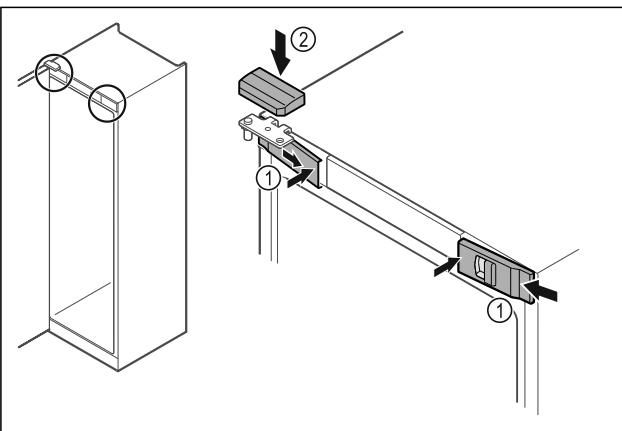

Fig. 51
- Передні кришки Fig. 51 (1) зачепити збоку та зафіксувати всередині.
- Зафіксуйте верхню кришку Fig. 51 (2) зверху.